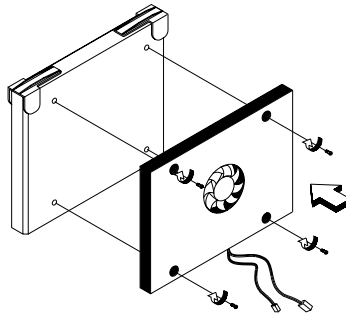

Abbildung 3-5 Lüfter-/Kühlkörpermodul
1. Bringen Sie das Lüfter-/Kühlkörpermodul am Pentium III Xeon-Prozessor an, und sichern Sie es wie in Abbildung 3-5 gezeigt mit vier Schrauben.